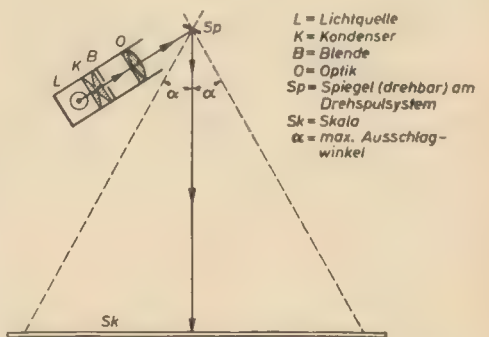
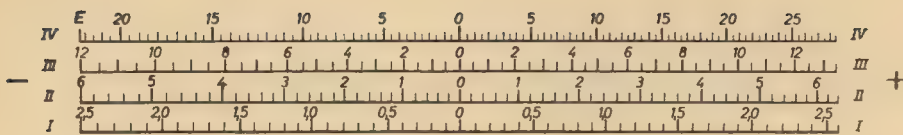

Bild 15: Schematische Darstellung der Lichtwurfanlage
Bild 16: Ansicht der Skala des Mustergerätes
Bild 15 zeigt die prinzipielle Anordnung der Lichtwurfanlage. Als Lichtquelle dient eine Spezialglühlampe 6 V/5 W mit
punktförmiger Wendel. Die Lichtstrahlen gelangen über zwei Kondensierlinsen, eine die Größe und Form des Lichtzeigers bestimmende Blende, Optik und Drehspiegel zur mit der entsprechenden Teilung versehenen Skala. Sämtliche zur Lichtwurfanlage gehörenden Teile (außer der Skala) sind zu einem staubdicht gekapselten Baustein zusammengefaßt, in dem alle zur richtigen Einstellung des Lichtzeigers (Größe, Schärfe, Helligkeit, Lage) maßgebenden Teile justierbar sind. Die Meßbereiche des Gerätes wurden auf der Skala so in vier Bereiche unterteilt, daß alle in der Praxis interessierenden Toleranzen (z. B. DIN-mäßige Bauelementetoleranzen:  $\pm 0,5\%$ ,  $\pm 1\%$ ,  $\pm 2\%$ ,  $\pm 5\%$ ,  $\pm 10\%$ ,  $\pm 20\%$ ) optimal meßbar sind. Die verschiedenen großen Abstände gleicher Prozentwerte vom in der Mitte liegenden Nullwert sind durch das Prinzip der verstimmten Brücke bedingt und gehen aus Gl. (14) und Gl. (15) (s. Teil 1) hervor. Bild 16 zeigt die Ansicht der Skala des Mustergerätes. Die an den beiden Skalenenden liegenden Markierungen „E“ dienen zum Eichen des Gerätes. Wie aus Bild 15 hervorgeht, ist die Länge des Lichtzeigers infolge der ebenen Skala je nach Auslenkung verschieden. Daher ist die Prozentteilung der Skala nicht direkt proportional der Spannung  $u_w$  [siehe Gl. (15)] und dem Ausschlagwinkel  $\alpha$  des Galvanometers, sondern der Beziehung  $\tan \alpha$ .
Die beiden Regler ( $R_2$  im Bild 16) zur Einstellung der Zündpunkte der Thyatronröhren sind von der Frontplatte aus zu bedienen.
Der Meßbereich umfaßt für Widerstände, Kapazitäten und Induktivitäten Toleranzen von  $-22\% \dots +28\%$  und ist vierfach unterteilt (siehe Bild 16). Bei einer Meßgenauigkeit von  $\pm 10/100$  zuzüglich  $\pm 5\%$  der angezeigten Toleranz darf die zulässige Phasenwinkeldifferenz zwischen Normal und Meßobjekt  $1^\circ$  betragen. Die Meßfrequenz wurde zu 16 kHz gewählt. Damit können Widerstände von  $10 \Omega$  bis  $1 \text{ M}\Omega$ , Kapazitäten von  $100 \text{ pF}$  bis  $1 \mu\text{F}$  und Induktivitäten von  $0,1 \text{ mH}$  bis  $100 \text{ mH}$  gemessen werden. Diese Eigenschaften gestatten Toleranzmessungen der in der Praxis am meisten gebräuchlichen Bauelemente. Bei der Messung ist allerdings zu beachten, daß bei Scheinwiderstandswerten über  $10 \text{ k}\Omega$  Normal und Meßobjekt in ihren geometrischen Abmessungen gleichartig sein sollen, um Meßfehler durch parasitäre Kapazitäten zu vermeiden. Bei niederohmigen Ver-